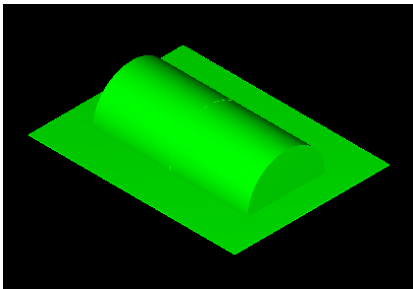

图 1-74 陡斜面加工 CAD 模型
7) 在主菜单区依次单击“绘图”“曲面”“下一页”“由实体产生”，用鼠标选择刚才的实体，单击“执行”，生成由实体转化的曲面，同时删除该圆柱实体。CAD模型如图1-74所示。